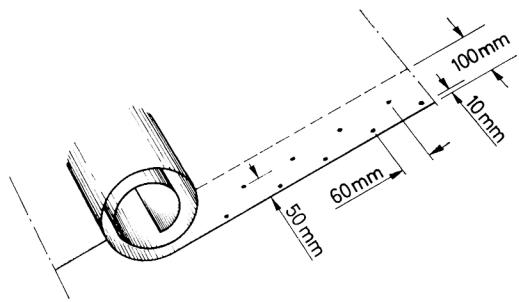

Fig. 124.
- .1 Stifting foregår vanligvis i sidene som «siksakstifting», se fig. 124. Underlagspappen må strekkes godt ut før stiftingen.